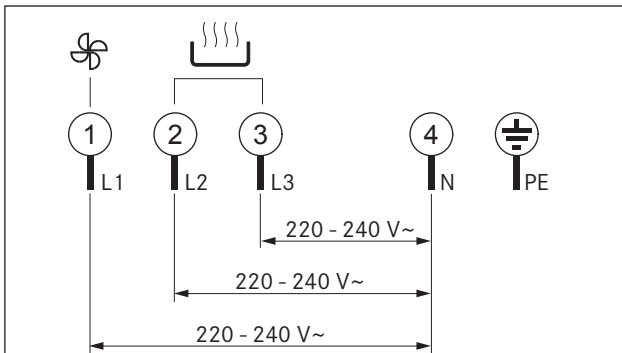
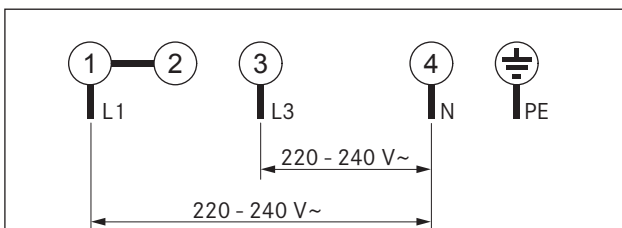
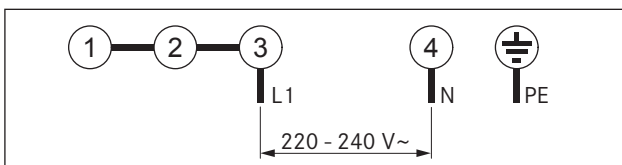

Fig. 6.36 Schema di collegamento Collegamento 3 fasi
Fig. 6.37 Schema di collegamento Collegamento 2 fasi
Fig. 6.38 Schema di collegamento Collegamento 1 fase
- Collegare il cavo di collegamento alla rete secondo il rispettivo schema di collegamento (Fig. 6.36, Fig. 6.37, Fig. 6.38) alla presa di alimentazione [2] del piano di cottura con aspiratore per piano cottura.
- Fissare le clip fermacavi [3] nei fori previsti (1) sul lato sinistro o destro per condurre i cavi all'indietro.